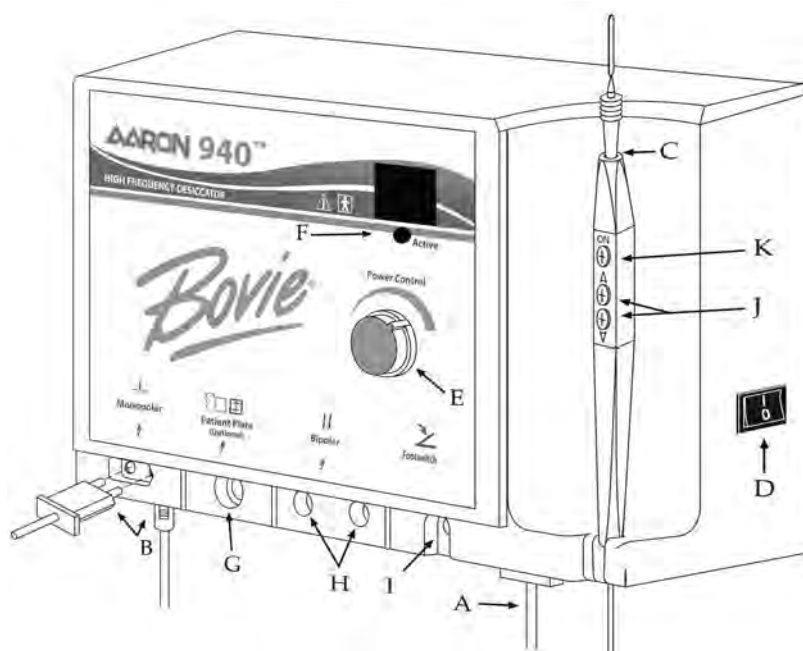

Figura 2
2. Ligue a extremidade fêmea do cabo eléctrico na base da unidade (ver Figura 2, letra A).
4. Ligue a peça de mão à saída monopolar no canto inferior esquerdo na frente da unidade (ver Figura 2, letra B). A ficha foi concebida para encaixar numa única direcção. Ligue o conector redondo mais pequeno da peça
de mão no receptáculo no fundo da unidade (ver Figura 2, letra B). A peça de mão tem 3 botões e foi concebido para dar ao médico um controlo manual completo das definições da potência de saída.
5. Encaixe firmemente o eléctrodo padrão na peça de mão (ver Figura 2, letra C). A peça de mão aceita a maioria dos eléctrodos $\frac{3}{32}$ " padrão.
7. Prima o interruptor no painel do lado direito da unidade para a ligar (ver Figura 2, letra D).
8. Configure a potência de saída através do botão na frente da unidade (ver Figura 2, letra E) ou na unidade Aaron 940™ usando os botões para cima e baixo da peça de mão (ver Figura 2, letra J). É emitido um sinal sonoro que indica a mudança do nível da potência quando a ajustar através da peça de mão. As definições da saída podem ser ajustadas mais rapidamente premindo e soltando os botões para cima e baixo, o que lhe permite alternar as definições da potência mais depressa. A potência de saída é apresentada em incrementos de "1" watt abaixo dos 10 watts e em números inteiros de 10 a 40 watts.
9. Remova a peça de mão do suporte para activar a unidade. Coloque a peça de mão na posição desejada e prima o botão de activação (ver Figura 2, letra K). É emitido um sinal sonoro e a luz activa azul acende-se quando activa a unidade (ver Figura 2, letra F).
10. Se quiser utilizar a placa de ligação à terra opcional com cabo (A802EU), introduza a ficha do cabo na saída da placa da ligação à terra (ver Figura 2, letra G) e ligue a outra extremidade à placa da ligação à terra. Deve colocar a placa debaixo do paciente num local onde seja completamente coberta por pele nua.
11. Insira as fichas nas saídas bipolares para utilizar o cabo bipolar opcional (A827EU) (ver Figura 2, letra H). O cabo é então ligado à pinça. O utilizador não pode utilizar as saídas monopolar e bipolar simultaneamente graças à porta deslizante situada atrás delas.
12. O pedal opcional é ligado à saída do pedal e colocado no chão (ver Figura 2, letra I). Pode utilizar o pedal em procedimentos monopolares e deve ser utilizado em procedimentos bipolares.